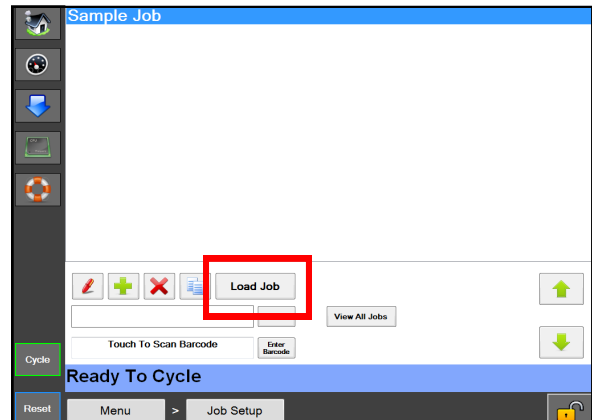

Abb. 5-3C. Schaltfläche Auftrag laden.
5. Drücken Sie die Schaltfläche Auftrag laden. Dadurch wird der markierte Auftrag an die SPS und ggf. das Etikett an den Drucker gesendet. **Abb. 5-3C.**